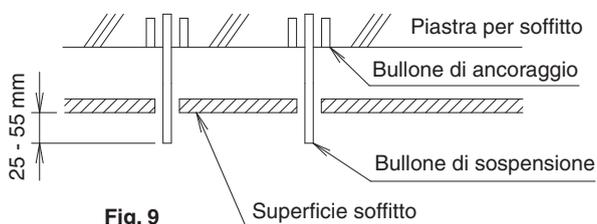

Fig. 9
(4) Installare i bulloni di sospensione.
- Regolare in anticipo la distanza del bullone di sospensione dal soffitto. (Fare riferimento alla Fig. 9)
- I componenti illustrati in Fig. 9 verranno forniti in loco.